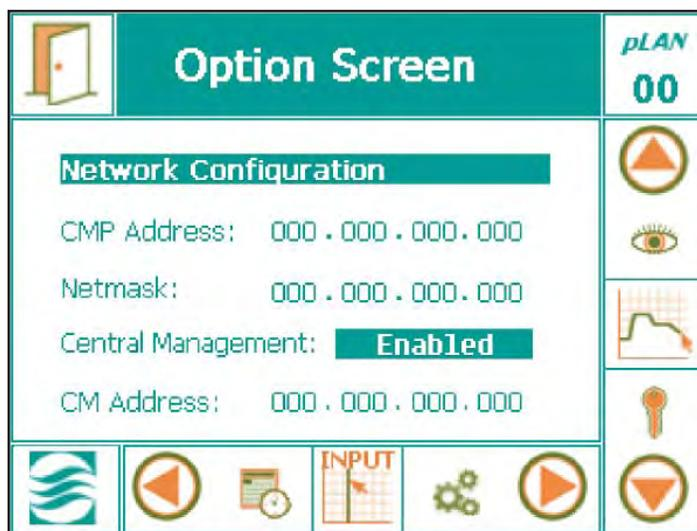

Figure 6.10 : Configuration du réseau
- Sur l'écran d'état, touchez le bouton « ID »  pour accéder à la configuration du réseau illustrée à la figure 6.10.